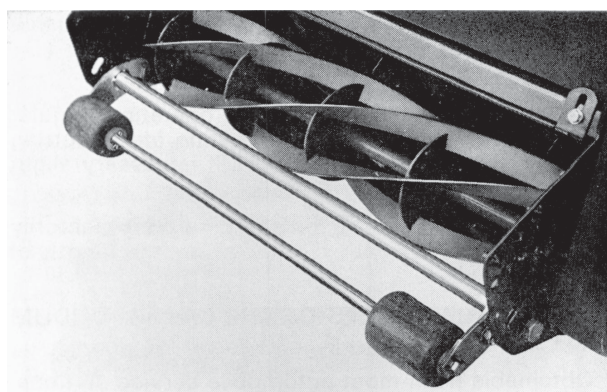

Fig. 8.12
8.12 MARQUIS: RULLI LATERALI (Fig. 8.12)